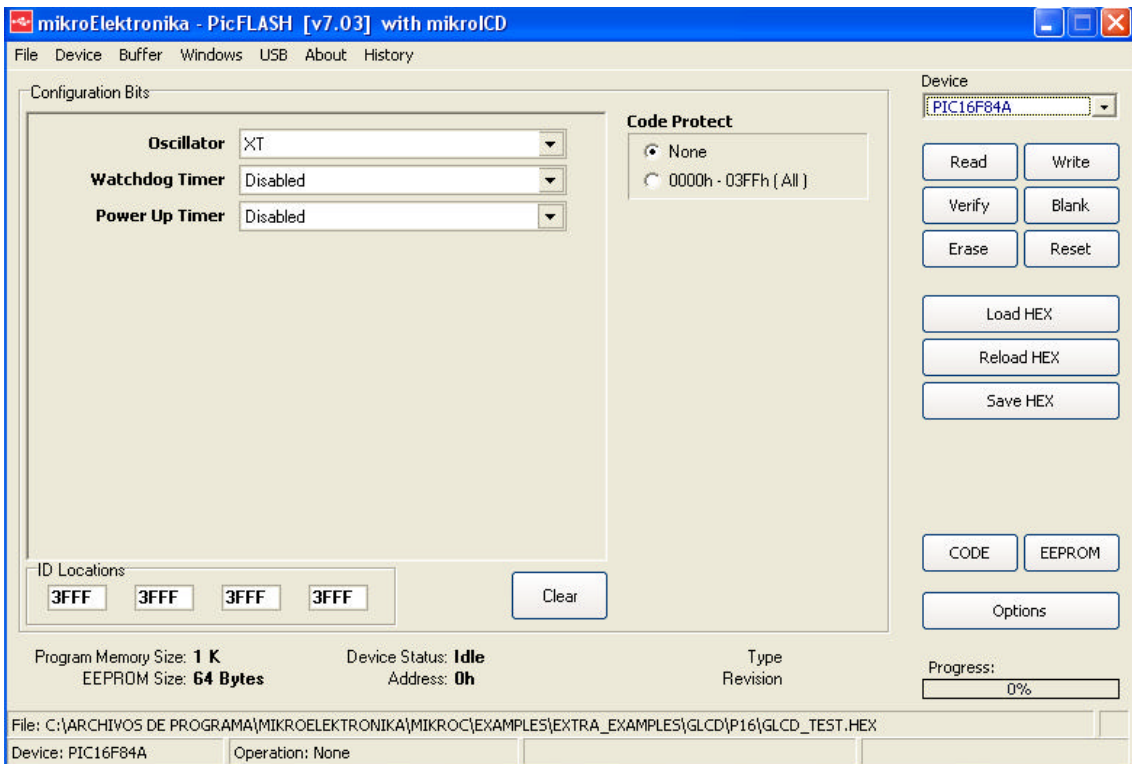

Figura 3. Aspecto de la pantalla de programa PicFlash.
- 2) Seleccionad las opciones adecuadas de **Oscillator**, **Watchdog** and **Power Up Timer**, en general, podeis utilizar las opciones que aparecen en la Figura 3.